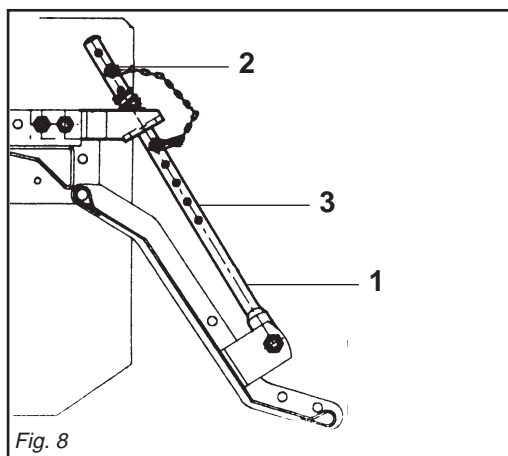

Fig. 8
- 6 - Il martinetto a molla (1 Fig. 8) oltre a sostenere la lamiera livellatrice ed ammortizzarla nel trasporto su strada, serve a evitare il ribaltamento della zappatrice durante il parcheggio.
- 6 - *Besides supporting the levelling plate and acting as a shock absorber for it during road transport, the spring ram (1 Fig. 8) prevents the steerage hoe*
- 6- Die Federwinde (1 Abb. 8) trägt nicht nur das Planierschild und dient beim Straßen-transport zur Dämpfung von Stößen, sondern sie soll auch verhindern, daß die
- 6 - *Le vérin à ressort (1 Fig. 8) sert de soutien à la tôle de nivellement et de suspension pendant le transport sur route, pour éviter le basculement du cultivateur lors du stationnement.*
- 6 - El gato de resorte (1 Fig. 8), además de sostener la chapa de nivelación y protegerla durante el transporte en carretera, sirve para evitar el vuelco
A seconda della posizione, determinata dalla copiglia (2 Fig. 8) sui vari fori posti nel tubo del martinetto (3 Fig. 8) si riesce ad aumentare o diminuire l'effetto della lamiera livellante sul terreno.
from overturning when parking. The effect of the levelling plate on the soil can be increased or decreased depending on the position, established by the split pin (2 Fig. 8) in the various holes in the ram tube (3 Fig. 8).
Hackfräse während des Parkens umkippt. Je nach der Position, die durch den Splint (2 Abb. 8) in den verschiedenen Löchern des Windenrohres (3 Abb. 8) festgelegt wird, kann die Wirkung des Planierschilds auf den Boden erhöht oder verringert werden.
en changeant la position de la goupille (2 Fig. 8) dans les différents trous du tube du vérin (3 Fig. 8).
de la binadora durante el estacionamiento. De acuerdo a la posición, determinada por el pasador (2 Fig. 8) en los diversos orificios del tubo del gato (3 Fig. 8) se logra aumentar o disminuir el efecto de la chapa de nivelación sobre el terreno.